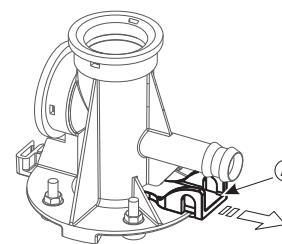

Рис. 11.g
- включите механизм, расположенный под цилиндром (см. рис. 11.g).